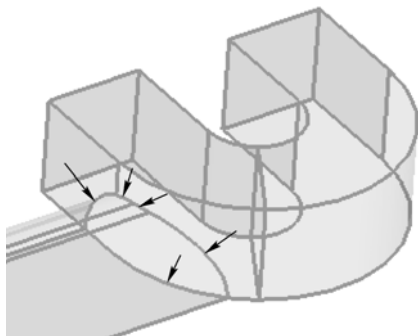
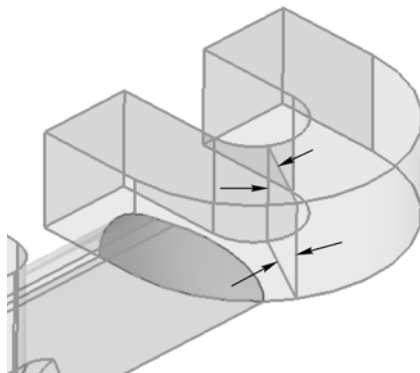

图 5-18 选择 5 条边线
图 5-19 选择 4 条边线
- (1) 通过以下任一种方式进入 surfaces 面板。
- (2) 单击  按钮进入 spline/filler 子面板。
- (3) 取消选择 auto create (free edge only) 复选框，激活 keep tangency 复选框。
- (4) 选择如图 5-18 所示 5 条线。
- (5) 单击 create 按钮创建曲面。
- (6) 单击 return 按钮返回主面板 (main menu)。
- (7) 在 Geom 页面中，进入 solid edit 面板。
- (8) 进入 trim with plane>surf 子面板。
- (9) 在 with surfs 下 solid 选择器激活状态下，在图形区选择要分割的实体。
- (10) 在 with surfs 下 surfs 选择器激活状态下，在图形区选择第 (5) 步创建的曲面。
- (11) 取消选择 extend trimmer。
- (12) 单击 trim 按钮分割实体。
- (13) 单击 return 按钮。
- (14) 在 Geom 页面选择 surfaces 面板。
- (15) 进入 spline>filler 子面板。
- (16) 选择如图 5-19 所示 4 条线。
- (17) 单击 create 按钮。
- (18) 单击 return 按钮。
(19) 从主菜单选择 Geometry > Edit > Solids > Trim with Plane/Surfaces 命令，进入 trim with plane>surf 子面板。